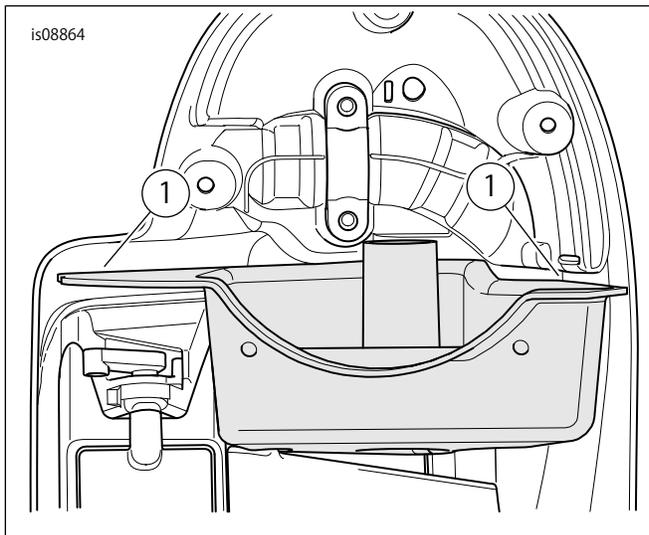

図5。ロアフェアリングのガスケットの合わせ面
5. 図5を参照してください。ガスケットシールの取り付けのために、スピーカーエンクロージャーとボトムトレイを用意します。50～70%のイソプロピルアルコールと50～30%の蒸留水の混合液できれいします。